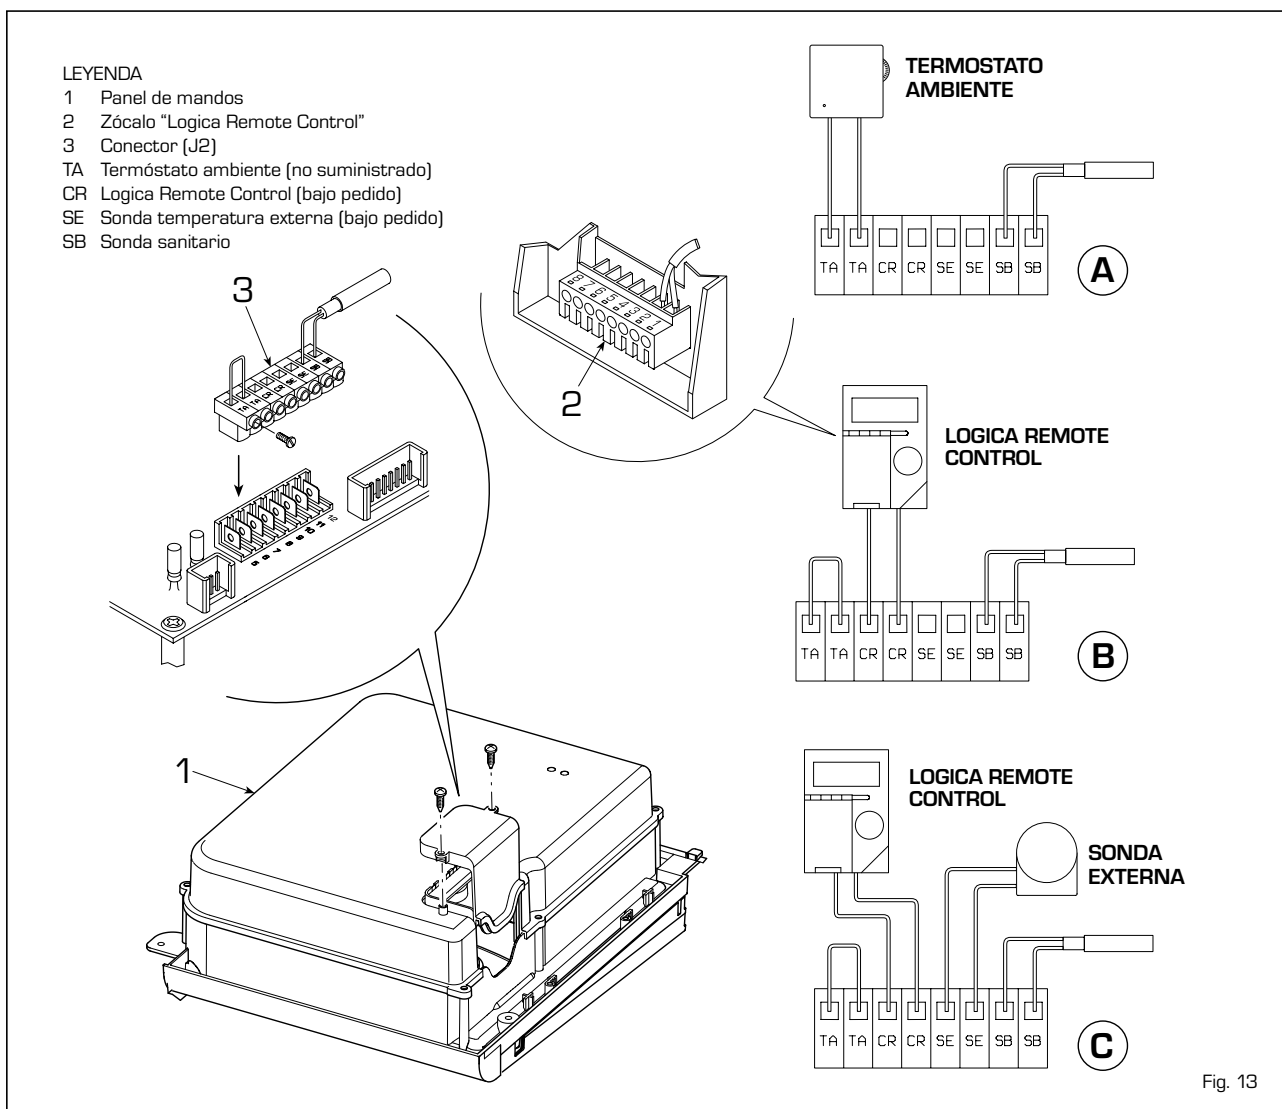

Fig. 13
2.7.1 Conexión del termóstato ambiente (fig. 13 pos. A)
2.7.2 Conexión "Logica Remote Control" (fig. 13 pos. B)
2.7.3 Conexión sonda temperatura externa (fig. 13 pos. C)